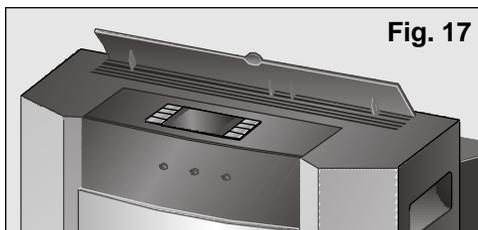

Fig. 17
- Levez l'orientateur d'air situé dans la partie supérieure de l'appareil, Fig. 17.